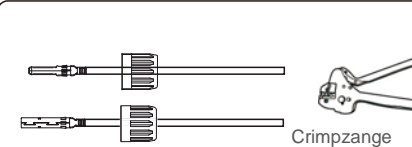

Abbildung 5.19 Kontaktstift mit dem Kabel crimpen
3. Crimpen Sie den Kontaktstift mithilfe einer geeigneten Draht-Crimpzange mit dem Draht zusammen. (siehe Abbildung 5.19)